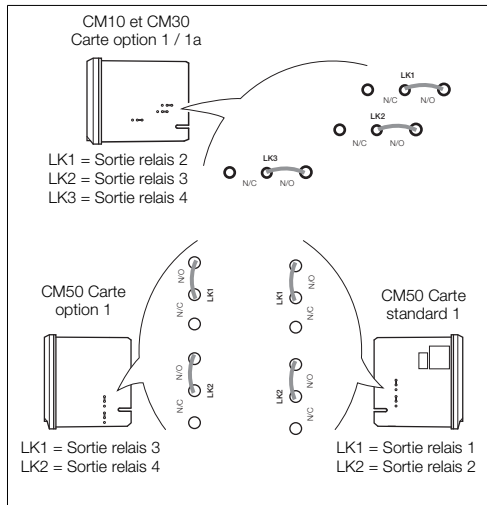

Fig. 4.6 Liaisons de cavalier pour sorties de relais
1. Les liaisons associées aux sorties de relais sont représentées à la Fig. 4.6.